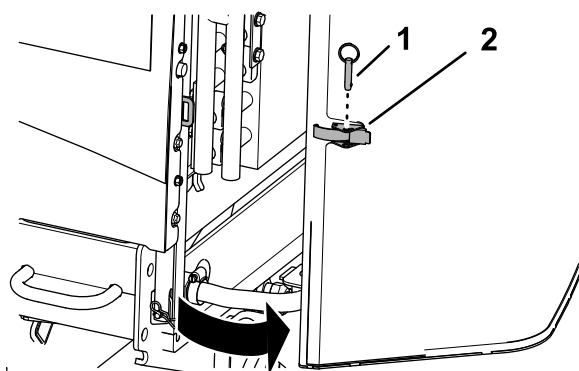

Рисунок 66
1. Извлеките штифт с кольцом из защелки решетки (Рисунок 66).